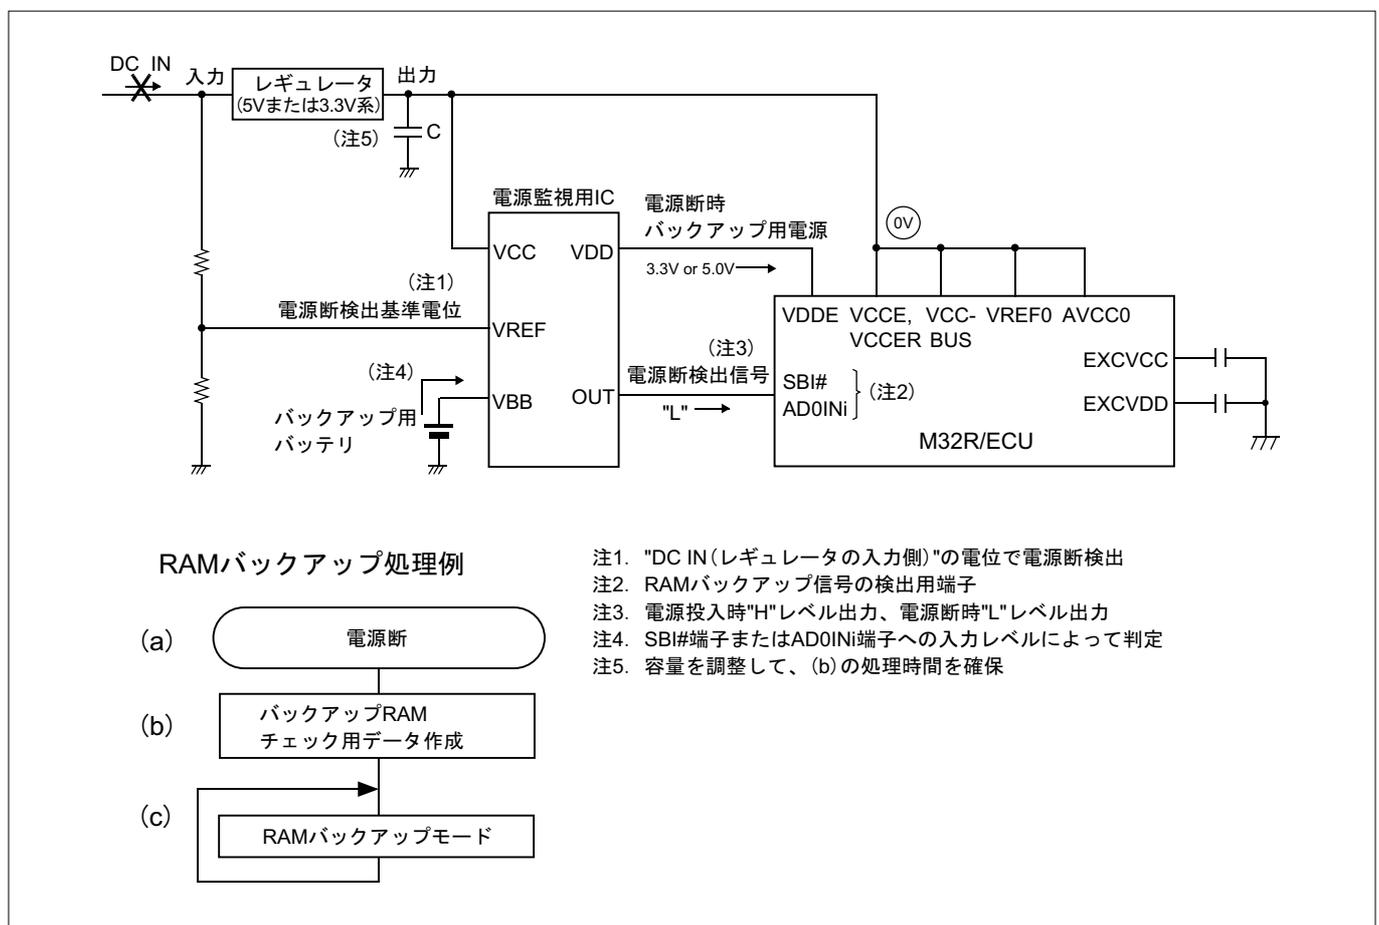

図19.2.3 電源断時のRAMバックアップ時の状態
図19.2.3に電源断時のRAMバックアップの状態を示します。電源オフすると電源監視用ICによって、バックアップ用バッテリーから電流が供給されます。また、電源監視用ICの電源断検出信号端子から"L"レベルが出力され、SBI#端子またはAD0INi端子は"L"レベルになりRAMバックアップ信号の発生となります(図19.2.3の(a))。電源断検出判定は、電源断時のソフトウェア処理時間を確保するため、必ず"DC IN(レギュレータの入力側)"の電位で行う必要があります。
(1) RAMバックアップモードから通常モードに復帰したときに、RAMのデータが正常に保存されていたかのチェック用データを作成(図19.2.3の(b))
(1)の設定後、VCCEへの電流の供給が切れると、VDDE端子は3.0V ~ 3.3V、その他の端子は0Vになり、M32R/ECUはRAMバックアップモードになります(図19.2.3の(c))。